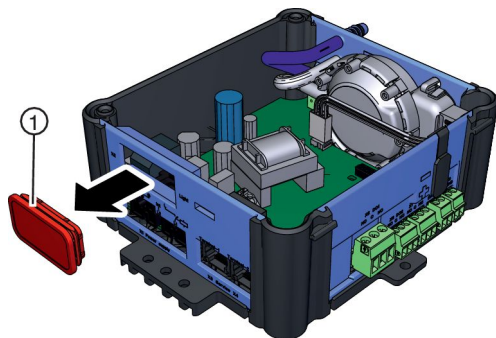

Abb. 12: Blende entfernen
2. ▶ Blende (Abb. 12/1) entfernen.